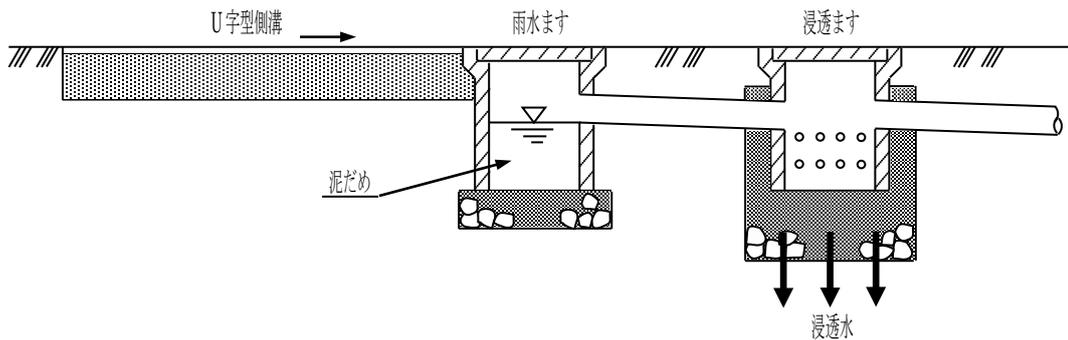

図3-28 目詰まり防止対策
(6) 施工上の諸注意
- (イ) 地表水をU字型側溝等で集水し、浸透ますで浸透させると、土砂等が直接浸透ますに流入し、目詰まりを起こすので、図3-28の様に泥だめのある雨水ますを手前に設置し、堆積した土砂等を取り除くなど定期的な維持管理が必要です。